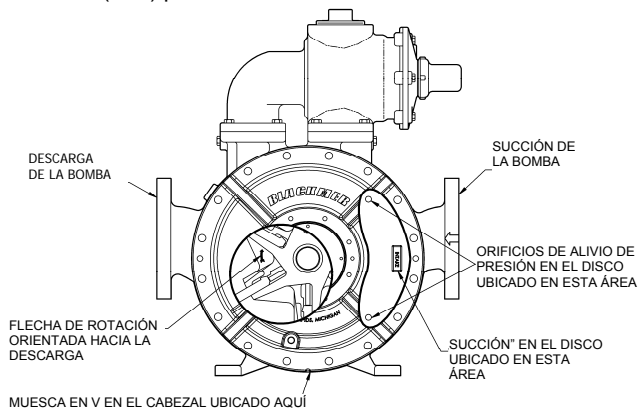

Figura 10
1. **CAMISETA** – La camiseta tiene un fuerte ajuste con la carcasa (12); tenga cuidado para evitar lesiones a los dedos durante la instalación.
- a. Alinee e inserte la camiseta (41) y la chaveta de la camiseta (74) juntos en el interior de la carcasa. La palabra "INTAKE" grabada en la camiseta debe quedar orientada hacia el lado de succión de la bomba. **NOTA:** El puerto de succión está marcado con una flecha orientada hacia dentro.
- a. Coloque un disco (71) sobre el cabezal (20 o 20A) con los orificios del tornillo contrataladrado orientados hacia arriba.
- b. Posicione el disco de modo que **cuando se monta el cabezal** con el orificio de drenaje y la muesca en V hacia abajo, la palabra "INTAKE" en el disco quedará orientada hacia el lado de succión de la bomba. Los dos orificios del disco deben encontrarse en las posiciones de las 2 y las 4 si la succión se encuentra hacia la derecha (consulte la figura 10).
- f. Instale y apriete a mano los tornillos prisioneros del cabezal (21) de manera uniforme, asegurándose de que el O-ring del cabezal (72) se deslice en posición sin sufrir daños.
4. **RODAMIENTOS DE LA CAMISA (bujes)** – Si el rodamiento de la camisa (24) se ha desmontado del cubo (20C), se deberá instalar un nuevo rodamiento antes de conectar el conjunto del cubo al cabezal.
- b. Coloque el rodamiento (24) en el orificio del rodamiento en la cara interna del cubo (20C) con el extremo ahusado hacia dentro.
- a. Antes de conectar el conjunto del cubo (20C) al cabezal montado (20), engrase las tres secciones achaflanadas del cabezal.
- a. Instale parcialmente el rotor y el eje (13) en el lado abierto de la bomba y a través del orificio del cabezal instalado (20). Tenga cuidado de no dañar la cara del disco con el extremo del eje. **NOTA: Al instalar el rotor y el eje, la flecha de rotación en el rotor deberá apuntar en dirección de la rotación de la bomba: hacia el lado de descarga de la bomba cuando la flecha se posiciona directamente debajo del eje.** Consulte la figura 10.